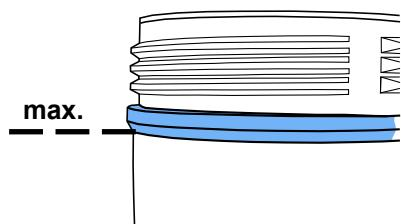

Fig. 7
- Purger complètement le silo de sablage en appuyant sur la valve de purge (5).
- Dévisser le couvercle du silo (4). (S'il n'est pas possible de desserrer le couvercle du silo, cela signifie qu'il y a encore de la pression dans le silo >>> actionner une nouvelle fois la valve d'échappement !)
- Ne remplir l'abrasif que jusqu'au marquage max. (Fig. 7) (épaisseur du silo de sablage au dessous du filetage).